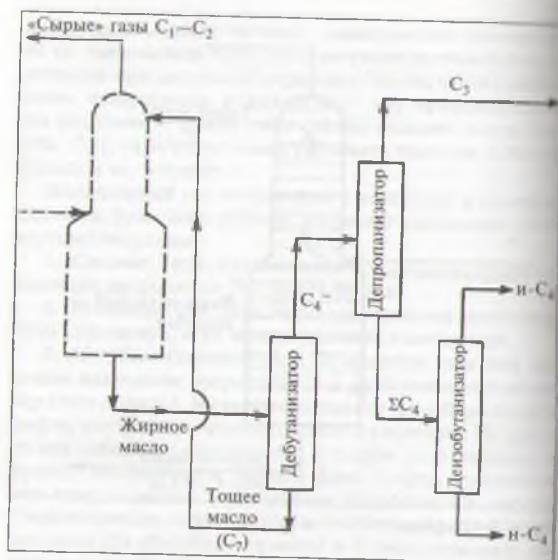

Рис. 7.3. Отделение бутана, пропана и изобутана.
4. *Дебутанизация* (отделение бутана). Обогащенное (жирное) масло поступает в следующую колонну, которую называют дебутанизатором. В этой колонне пропан и бутан отделяются от нефти. Поскольку нефть начинает кипеть при температуре около 80°C (180°F), а бутан кипит приблизительно при 0°C (32°F), то они довольно легко разделяются (рис. 7.3), гораздо легче, чем бутан и пропан отделяются от этана в ректификационной колонне. Жидкая фракция из сепаратора также направляется в дебутанизатор.